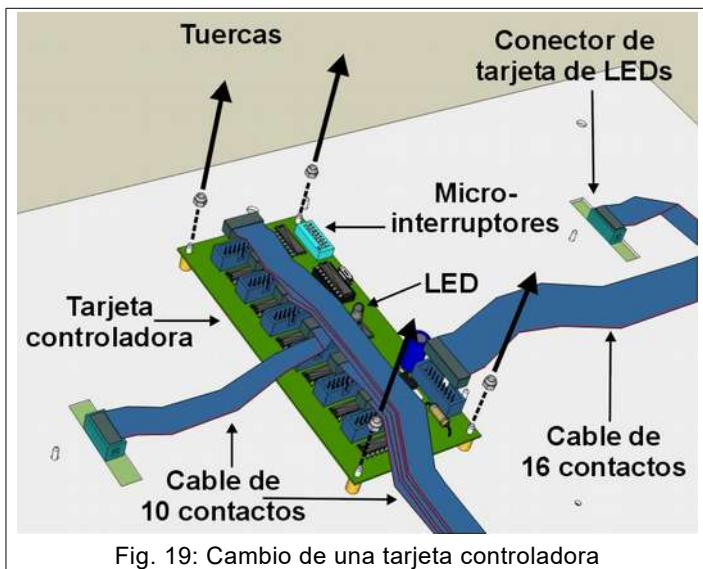

Fig. 19: Cambio de una tarjeta controladora
2. Cambie el cable que conecta la tarjeta de LEDs con la controladora (Fig. 18, Fig. 19).
- b) localice la tarjeta controladora conectada al grupo de tarjetas de LEDs defectuosas con cables planos de 10 contactos (Fig. 18, Fig. 19). Si conectando el marcador a la corriente, el LED de dicha tarjeta controladora (Fig. 19) se queda apagado o intermitente, cambie la tarjeta controladora 7.2; en cambio, si el LED sigue apagado:
6. Desatornille las cuatro tuercas de sujeción de la tarjeta controladora (Fig. 19) con un destornillador de 5,5 mm y sáquela de su alojamiento.
Cada módulo de los marcadores de 24 segundos tiene una tarjeta controladora equipada con microinterruptores (Fig. 19), que deben tener la configuración siguiente.